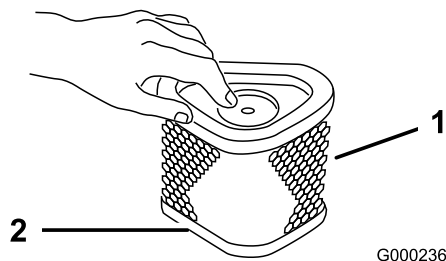

Figure 26
- A. Tapotez doucement l'élément sur une surface plane pour faire tomber la poussière et la saleté (Figure 26).